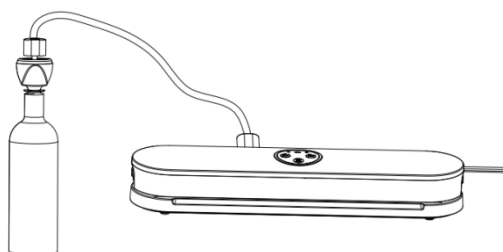

Fig.6
2. Connectez le trou d'aspiration externe du scellant sous vide et le bouchon en silicone de la bouteille de vin avec le tuyau d'échappement. (Remarque : le connecteur du bouchon en silicone de la bouteille de vin rouge est différent du connecteur de la boîte à vide, vous devez changer le connecteur de rechange du tuyau d'échappement pour la bouteille de vin.) Comme le montre la figure 6.